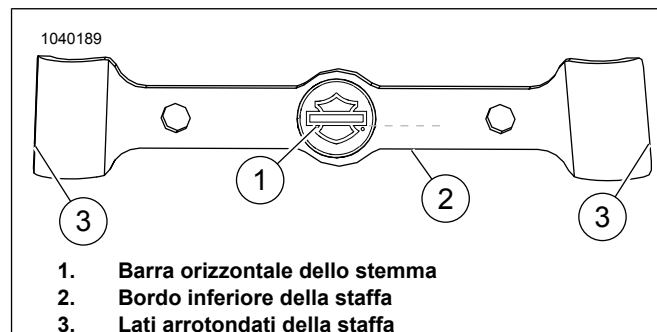
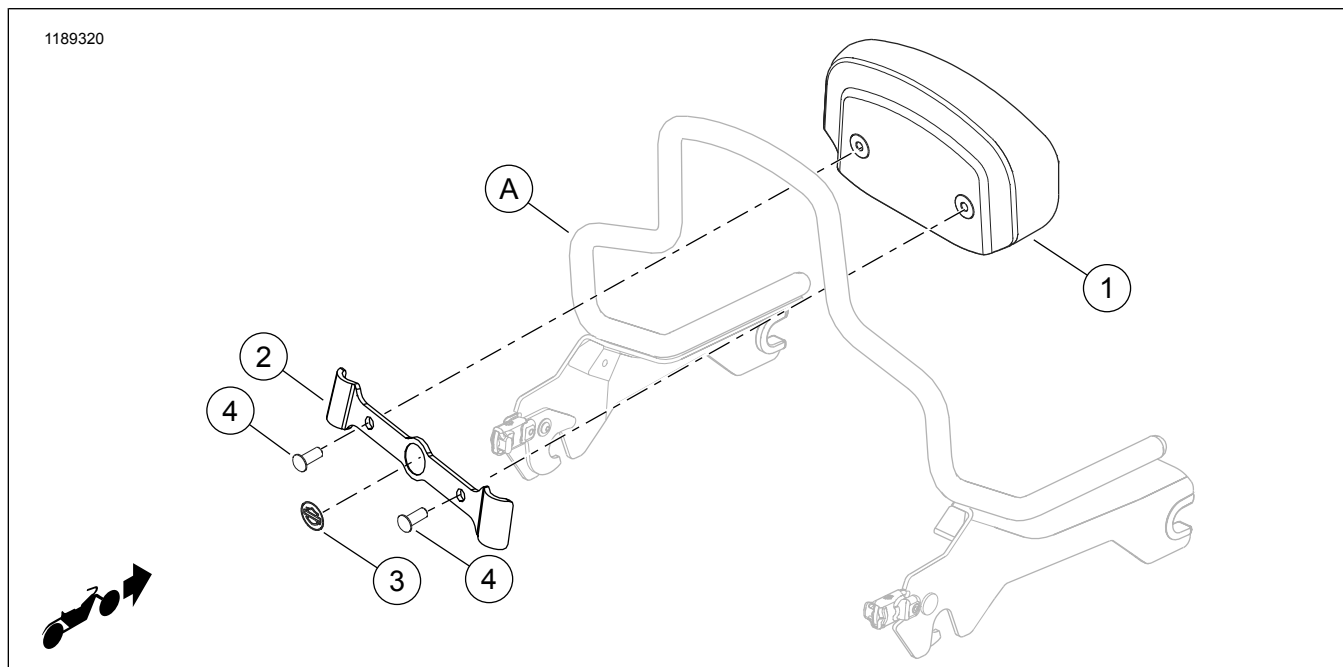

Figura 2. Allineamento dello stemma
Figura 3. Parti di ricambio: kit del cuscino dello schienale compatto Softail
Vedere Figura 3 e Tabella 1.
Vedere Figura 2 I lati della staffa (3) non sono simmetrici. La larghezza della parte superiore è minore di quella della parte inferiore.
Vedere Figura 2 Allineare la barra orizzontale (1) dello stemma con il bordo inferiore (2) della staffa. I due elementi devono essere paralleli.
1. Vedere Figura 3 Se necessario, tagliare il rivestimento antipioggia dai fori per vite pretagliati nel cuscino dello schienale (1) per evitare che la plastica si impigli nelle filettature.
3. Rimuovere il rivestimento dell'adesivo dai lati destro e sinistro della staffa (3).
- Vedere Figura 2 I lati della staffa (3) non sono simmetrici. La larghezza della parte superiore è minore di quella della parte inferiore.
- Usare una miscela 50:50 di alcool isopropilico e acqua per pulire accuratamente la superficie del montante (A) prima di installare la staffa (2). Far asciugare completamente. Eseguire l'installazione a temperatura ambiente. 10–32 °C (50–90 °F)
5. Posizionare la staffa (2) e premerla con forza sullo schienalino.
6. Vedere Figura 3 Inserire una vite (4) del kit attraverso la staffa (2) e avvitarela con attenzione di 4-5 giri nel foro corrispondente del cuscino dello schienale. Ripetere con le altre viti. **NON serrare la vite finché entrambe le viti non sono state inserite.**